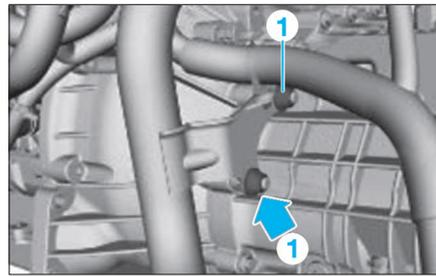

FIG. 33
- Déposer les écrous de fixation (1) du tuyau d'admission d'échangeur d'air situés sur la boîte de vitesses (Fig.33).